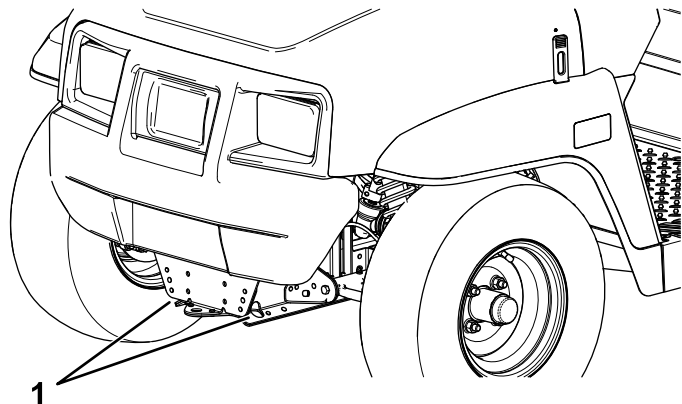
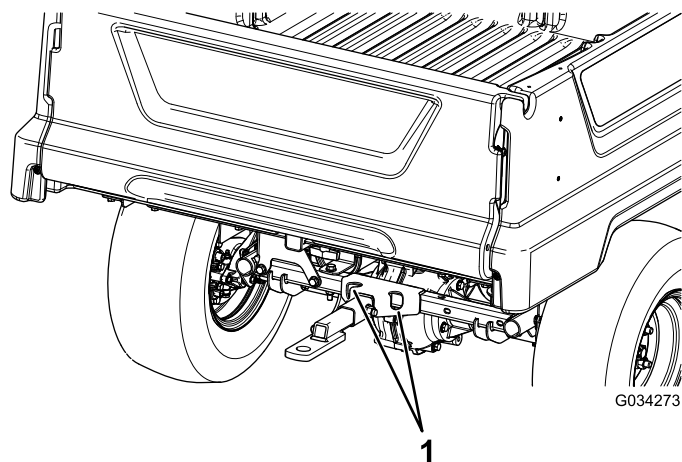

Figura 21
Figura 22
Consulte Figura 21 e Figura 22 para localizar os pontos de fixação da máquina.
2. Ate um cabo de reboque ao garfo, na parte dianteira do chassis da máquina (Figura 21).